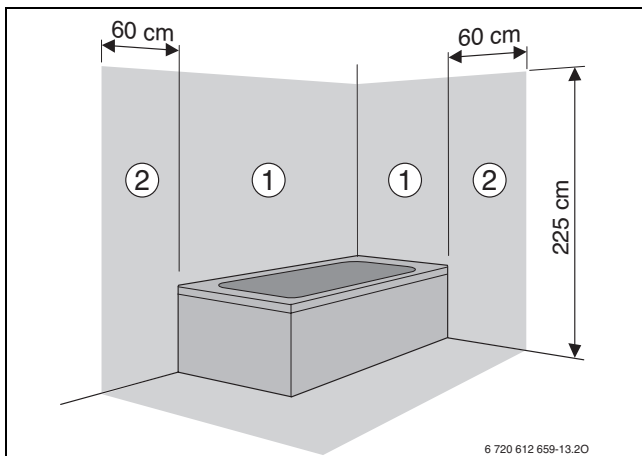

Bild 19
- Im Schutzbereich 1 und 2 (→ Bild 19):